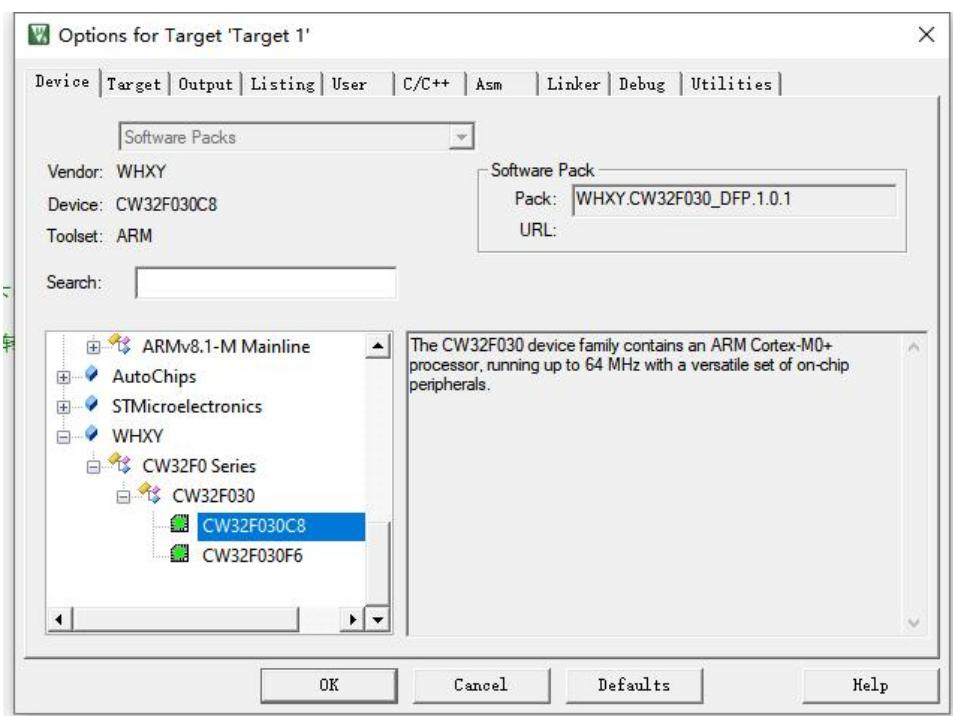

图 2.5.3
(5) 保存在我们刚才所建立的 GPIO 文件夹内，之后会弹出选择芯片型号，选择 ARMCMOP 如图 2.5.3：